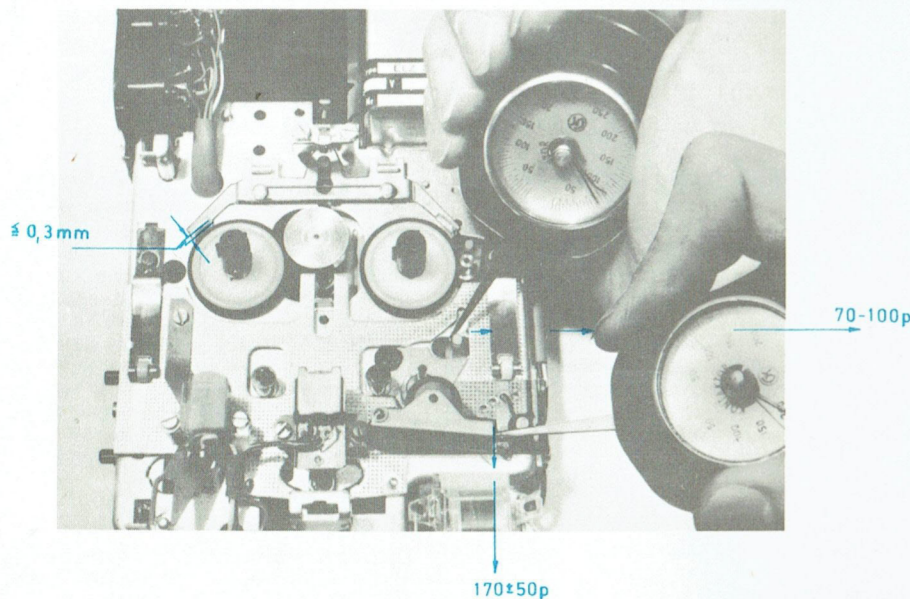

Bild 4 (Fig. 4)
Für einen einwandfreien Bandtransport ist die Andruckkraft der GA-Rolle an die Tonwelle wichtig. Das Gerät ist in Stellung „Aufnahme“ oder „Wiedergabe“ zu schalten. Die Kraft, mit der die GA-Rolle gegen die Tonwelle drücken muß, beträgt 170 + 50 p, gemessen mit einem Kontaktor an der rechten Seite des GA-Hebels (siehe Bild 4).
Das Gerät ist in Stellung „Aufnahme“ oder „Wiedergabe“ zu schalten. Die gegen den rechten Mitnehmerteller drückende Rutschkupplungsrolle soll mit einer Kraft von 70 — 100 p anliegen. Die Messung erfolgt mit einem Kontaktor am Kunststoffzapfen des Rutschkupplungshebels (siehe Bild 4). Liegt der Wert außer Toleranz, so kann durch Verbiegen der Feder (Pos. 51) die vorgeschriebene Kraft eingestellt werden.
A proper tape transport during recording and playback requires a certain force of the pinch roller against the tape and the rotating capstan. To check the force, switch the recorder as for recording or playback and attach a spring scale or a "Kontaktor" right hand of the pinch roller lever as illustrated on figure 4. The force of the pinch roller against the capstan should be in the range between 170 and 220 p (6 to 8 oz.).
The takeup torque on the right hand turntable too is measured in the record or playback setting of the recorder. To check the torque, which is transmitted to the takeup turntable from the slipping clutch roller by spring force, attach a spring scale or "Kontaktor" to the plastic tap of the slipping clutch arm as illustrated on figure 4. The correct takeup torque is reached when the roller engages the turntable at a force of 70 to 100 p (2.5 to 3.5 oz) as indicated on the spring scale. If necessary, an adjustment can be made by bending the spring (item 51).
Pour un entraînement impeccable de la bande, la force d'appui du rouleau GA sur le cabestan est importante. L'appareil est à commuter sur positions « enregistrement » ou « reproduction ». La force avec laquelle le rouleau GA doit presser contre le cabestan, s'élève à 170 + 50 p, mesurée avec un contacteur sur le côté droit du levier GA (voir Fig. 4).
L'appareil est à commuter sur positions « enregistrement » ou « reproduction ». Le galet de l'embrayage patinant pressant contre le plateau d'entraînement droit doit s'appuyer avec une force de 70 — 100 p. La mesure s'effectue avec un contacteur à l'ergot en plastique du levier de l'embrayage patinant (voir Fig. 4). Si cette valeur est hors la tolérance, la force prescrite peut être ajustée en courbant le ressort (Pos. 51).
Para garantizar una marcha perfecta de la cinta es imprescindible que el rodillo de goma presione lo suficiente contra el árbol de avance. Conmútese el aparato a la pos. grabación o a la pos. reproducción. La fuerza con la que el rodillo de goma deberá apretar contra el árbol de cinta deberá ser de 170 + 50 g *. La medición se hace con una balanza a resortes aplicada sobre el extremo derecho de la palanca del rodillo de goma (véase fig. 4).
Conmútese el equipo hacia las posiciones grabación o reproducción. El rodillo del acoplamiento deslineal que apoya en el platillo de arrastre derecho, deberá hacerlo con una fuerza de 70 a 100 g *. La medición se realiza en la forma indicada en la fig. 4, aplicando la balanza a resortes en el perno de material plástico de la palanca del acoplamiento deslineal. Si el valor de medición obtenido no concuerda con el indicado, se puede corregir la presión torciendo el muelle (pos. 51) hasta obtener la indicación requerida.